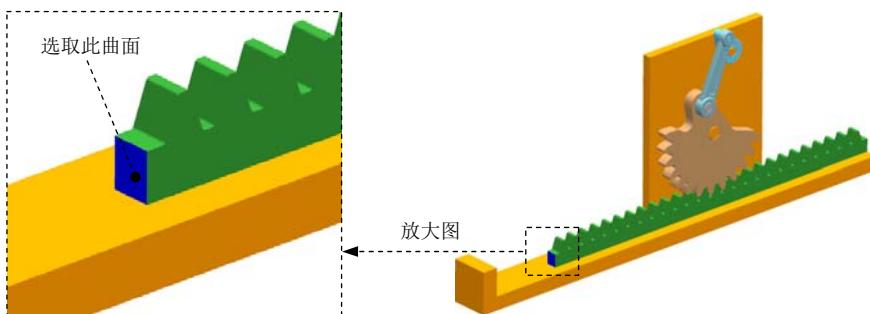

图 8.5.9 定义标记 1
(1) 定义标记 1。选择下拉菜单**插入(S)** → **标记(M)...**命令，系统弹出“标记”对话框；在系统**选择连杆来定义标记位置**的提示下，选取图 8.5.9 所示的曲面为参考，系统自动定义连杆及参考点；在**方向**区域中单击**\* 指定 CSYS**，然后在右侧单击“CSYS 对话框”按钮 $\text{L}$ ，在系统弹出的“CSYS”对话框的**类型**下拉列表中选择**动态**选项；单击**确定**按钮两次，完成标记 1 的定义。